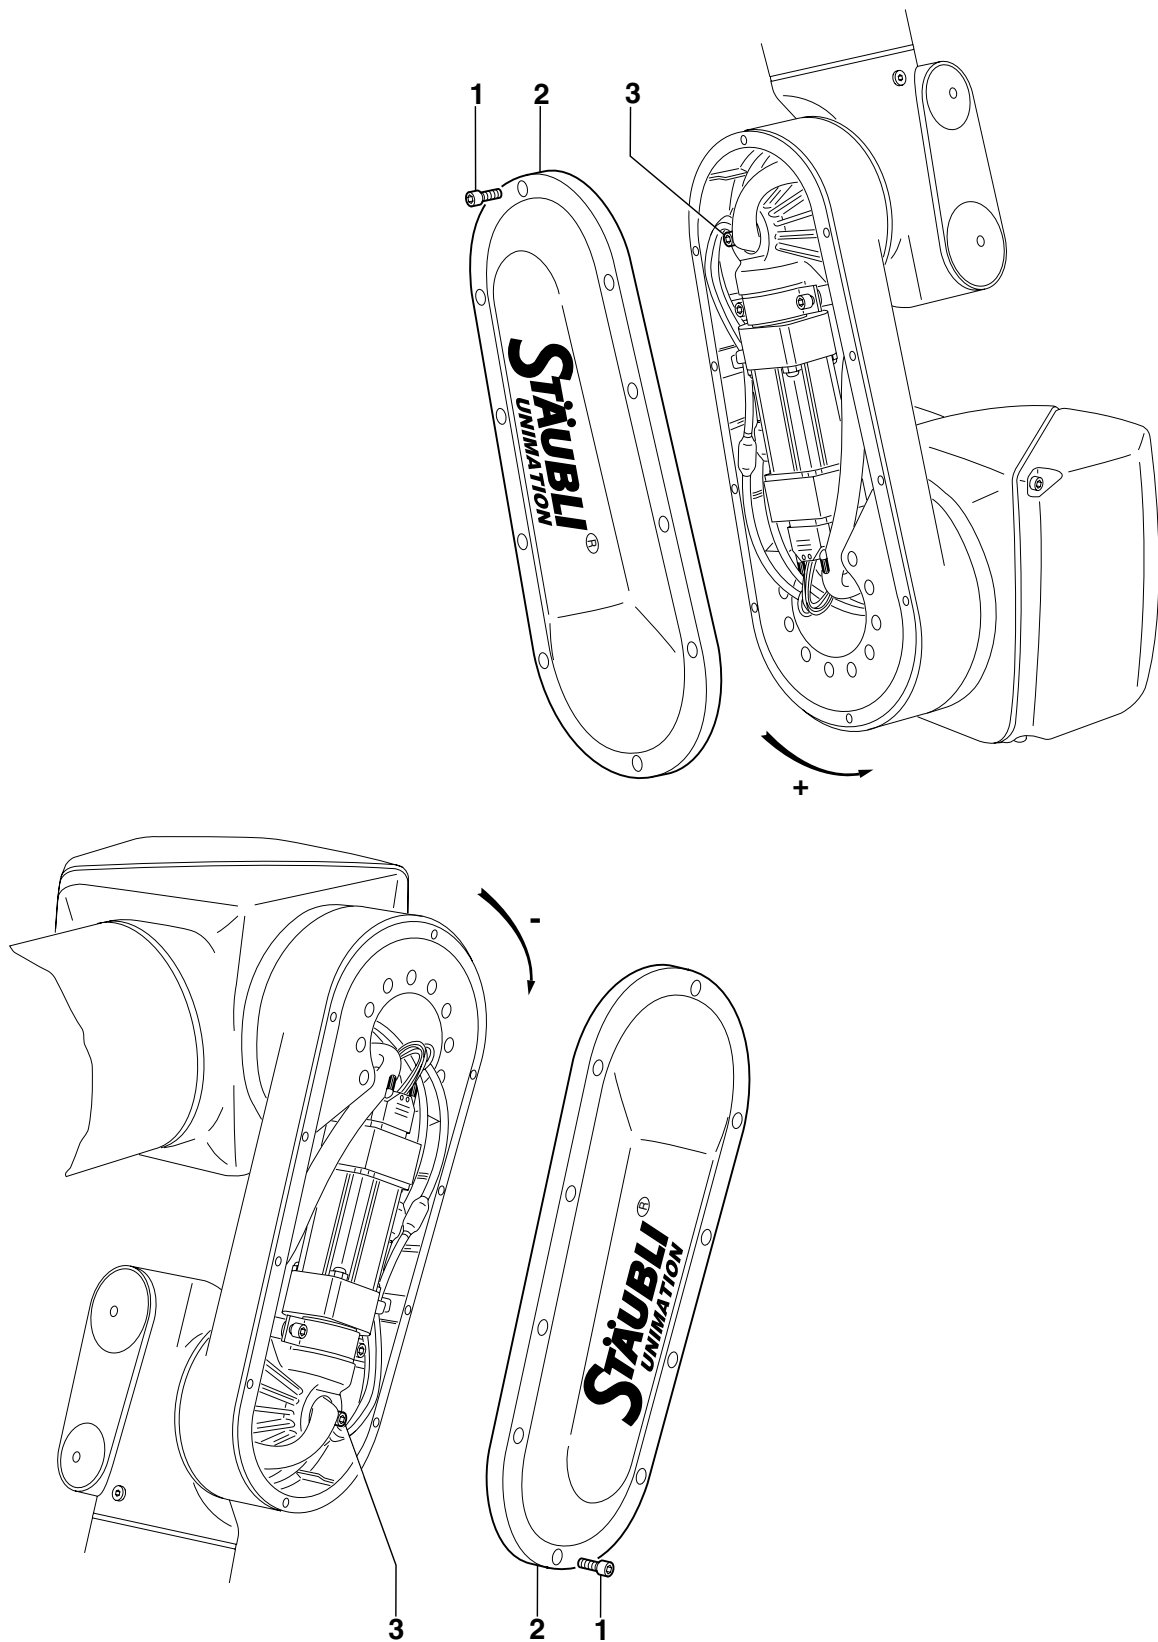

Figure 7.8
7.4.3. JOINT 3 (figure 7.8)
7.4.4. JOINT 4 (figure 7.8)